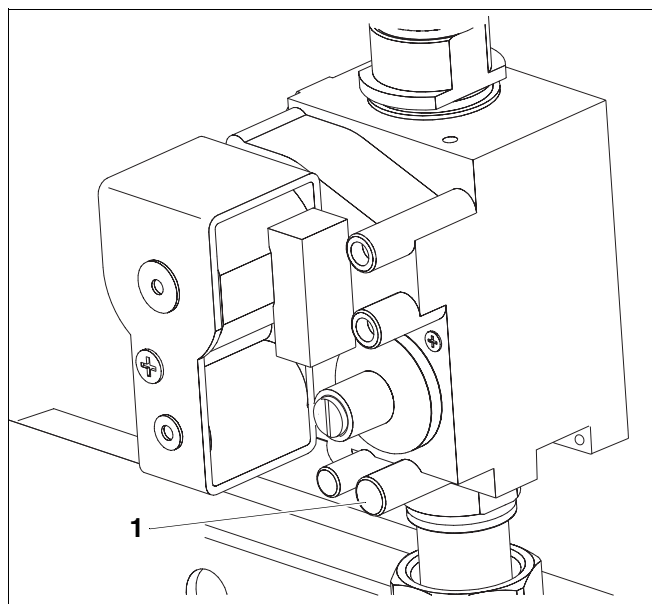

Abb. 44 Gasarmatur „SIT-Sigma 840“
- Verschlusschraube des Düsendruckmessnippels der Gasarmatur zwei Umdrehungen lösen. (Abb. 44, Pos. 1).